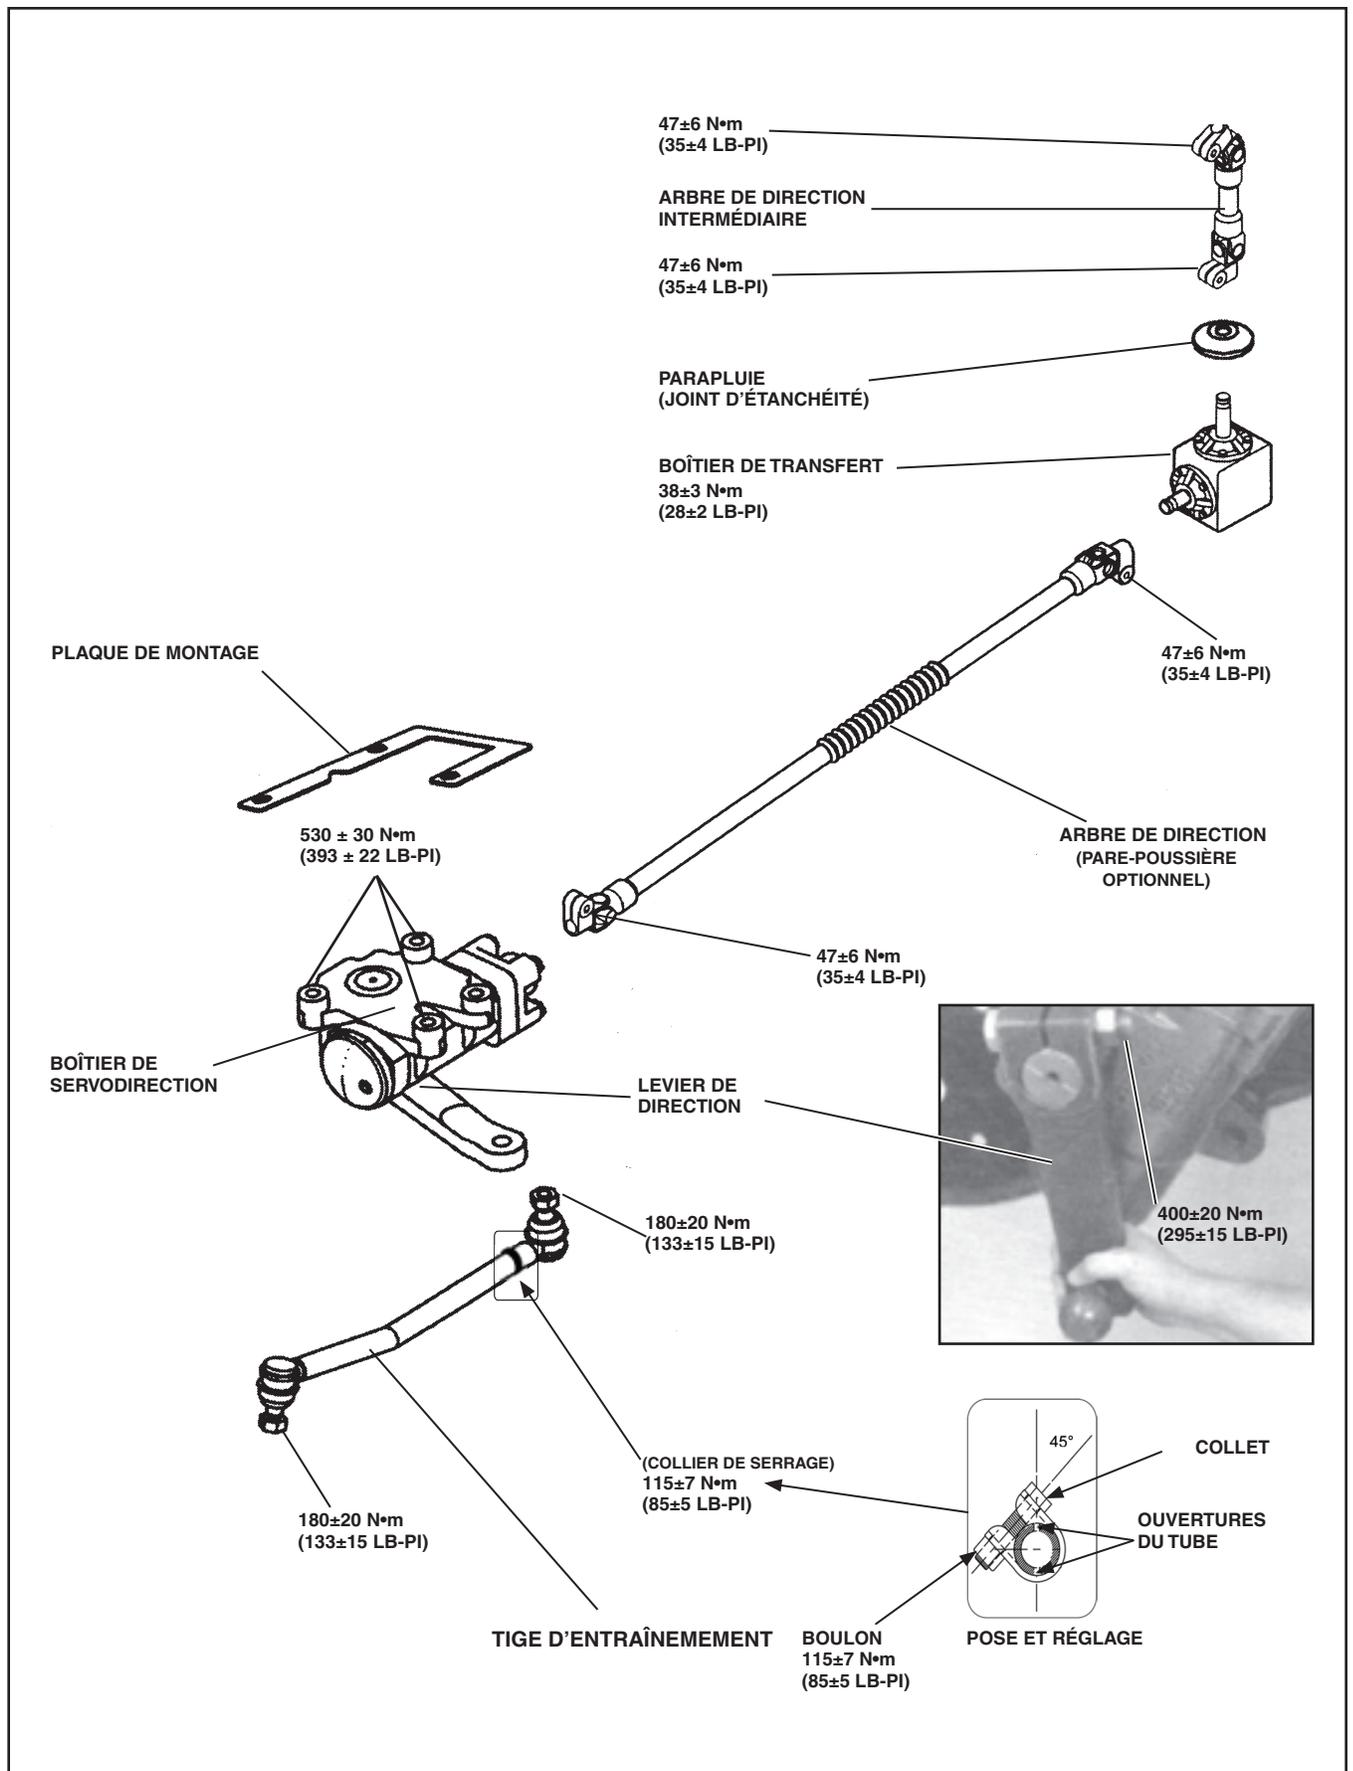

Figure 11 - Couples de serrage
Voir Figure 1. Voir Figure 11 pour les couples de serrage.
- b. Installer le levier de direction sur l'axe du secteur denté. Fixer le levier à l'aide du boulon de serrage et appliquer le couple de serrage recommandé à la Figure 11.
Examiner périodiquement le boulon de serrage du collier pour voir s'il est suffisamment serré. Appliquer un couple aux écrous des boulons de serrage. Voir Figure 11.
8. Serrer le boulon du collier de serrage jusqu'à ce que le couple approprié soit atteint. Voir Figure 11.
9. Vérifier le réglage. Les roues avant doivent tourner de l'extrême droite à l'extrême gauche sans blocage apparent des extrémités de la tige d'entraînement. Serrer les écrous à créneaux de la douille latérale. Voir Figure 11. Avancer les écrous à créneaux à la fente d'insertion suivante, puis installer une goupille fendue neuve.
La **VÉRIFICATION**, l'**ENTRETIEN**, la **LUBRIFICATION** et le **REPLACEMENT** des embouts de la tige d'entraînement se font exactement de la même façon que pour ceux de la tige d'accouplement. Seuls les couples de serrage varient. Voir la Figure 11 pour les couples de serrage de la tige d'entraînement. Voir la section 04 : **ESSIEU AVANT** pour les procédures relatives aux embouts.
Voir Figure 11 pour les couples de serrage.
3. Installer la rondelle, le boulon de serrage et l'écrou sur la chape, sans serrer. Insérer une cale d'espacement temporaire de 1,6 mm ($1/32$ po) à l'extrémité ouverte de la chape. Serrer jusqu'à ce que la cale soit serrée ou que le couple de serrage atteigne la valeur appropriée. Voir Figure 11.
5. Installer la rondelle, le boulon de serrage et l'écrou sur la chape, sans serrer. Insérer une cale d'espacement temporaire de 1,6 mm ($1/32$ po) à l'extrémité ouverte de la chape. Serrer le boulon jusqu'à ce que la cale soit serrée ou que le couple de serrage atteigne la valeur appropriée. Voir Figure 11.